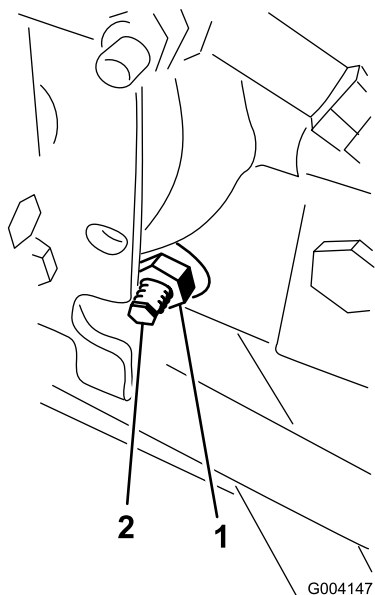

Figure 68
3. Sous le côté droit de l'hydrostat, desserrez le contre-écrou sur la came de réglage de transmission (Figure 68).